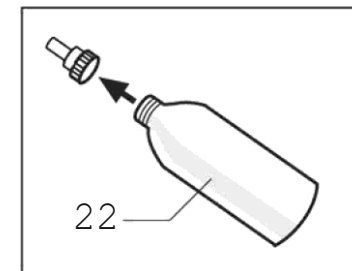

Fig. 2
**Desoparafusor a fampo presente no garrafa (22) em dotacao; enc3er a garrafa de preferéncia com ogua desmineralizada; fec3ar novamente a garrolo utilizando a tampo em dofagoo. (Fig. 2)**